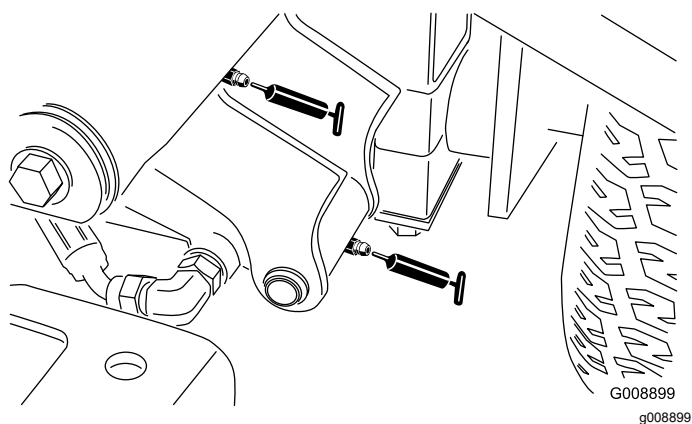

Figure 38
- 2 pivots de bras de levage avant gauche et vérin de levage (Figure 38)